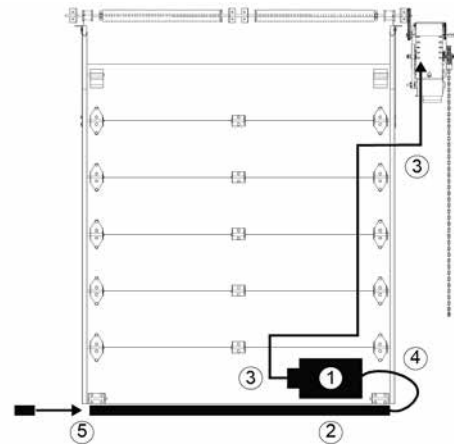

Figura 28 - Borde sensible
1. Colocar el interruptor de aire en posición (ver la Figura 28).
1. Colocar la caja de conexiones en posición (ver la Figura 28).